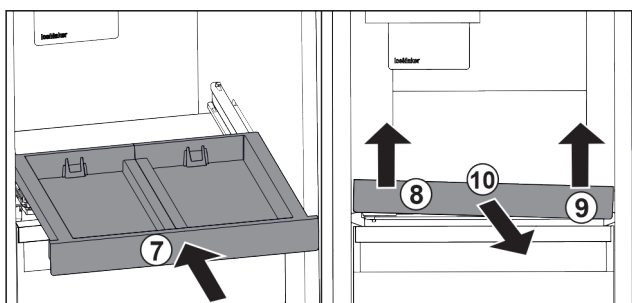

Fig. 103
- Zasuňte vysouvací přihrádku. Fig. 103 (7)
- Vysouvací přihrádku vpředu vlevo nadzvedněte. Fig. 103 (8)
- Vysouvací přihrádku vpředu vpravo nadzvedněte. Fig. 103 (9)
- Odeberte vysouvací přihrádku směrem dopředu. Fig. 103 (10)